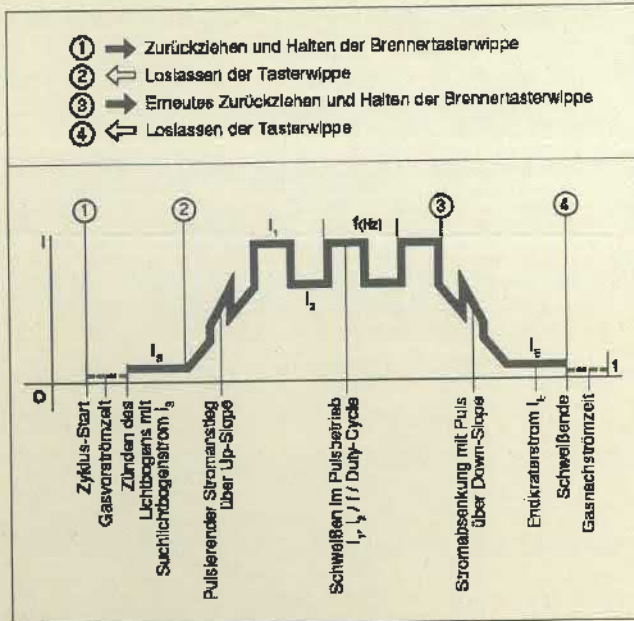

Abb. 21 Funktionsablauf im Pulsbetrieb mit TR 50-1 (4-Takt)
- Die Parameter für Gasvorströmzeit, Suchlichtbogen, Up-Slope, Down-Slope, Endkraterstrom und Gasnachströmzeit werden direkt an der Stromquelle eingestellt. Die Pulsphase beginnt beim 4-Taktbetrieb bereits nach dem Loslassen der Brenntaste im Up-Slope. Wie aus Abb. 21 ersichtlich, wird in der Absenkphase ebenfalls gepulst.